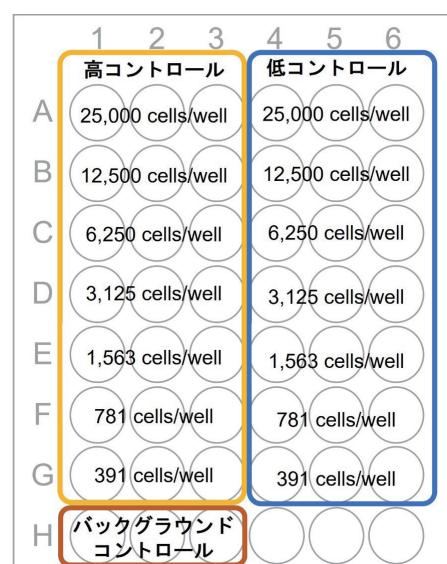

図 1 プレート配置図
2. 段階希釈法(P. 6 参照)により細胞数の異なる細胞懸濁液を調製し、図 1 のプレート配置を参考に高コントロール及び低コントロールのウェルに細胞懸濁液および培地を各 50 µl、バックグラウンドコントロールのウェルには培地のみを 100 µl 添加する。